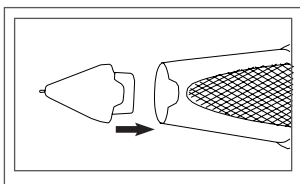
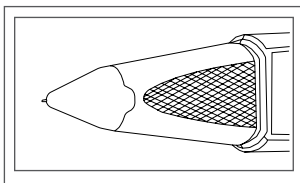

Fig. 1.08
Fig. 1.09
2. Per inserire una nuova punta magnetica, posizionare la punta magnetica come mostrato in **Fig. 1.08** e farla scorrere nel corpo principale per fissarla magneticamente come mostrato in **Fig. 1.09**.